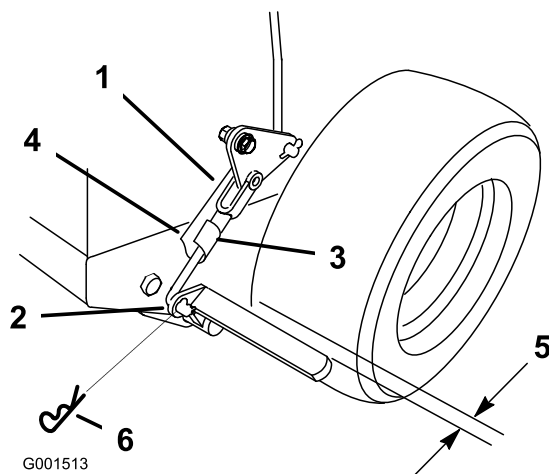

Figura 48
3. Retire el pasador de seguridad del acoplamiento inferior del freno (Figura 48).
- Gire la horquilla del acoplamiento de freno inferior en el sentido de las agujas del reloj (enroscar) para apretar el freno de estacionamiento; gire la horquilla del acoplamiento del freno en el sentido contrario a las agujas del reloj (desenroscar) para aflojar el freno de estacionamiento (Figura 48).
Nota: Debe haber un espacio de aproximadamente 6 mm (1/4 pulg.) entre el neumático y la barra plana cuando el freno de estacionamiento está en posición de quitado (Figura 48).